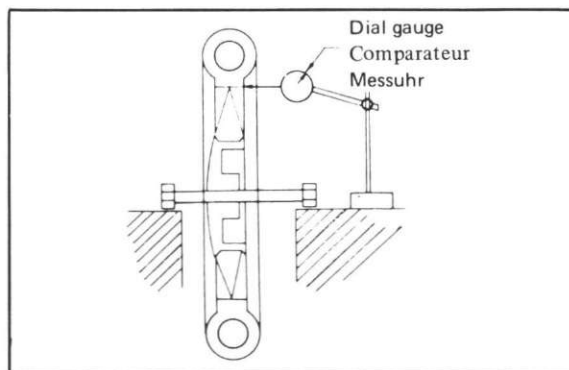

Fig. 5-1-11
- 1) Checking the Runout of the Rim: Anchor the front wheel as shown in Fig. 5-1-11, and measure the runout of the rim with a dial gauge. Runout limits: 2 mm (0.07 in.)
The bent end of the spoke is inserted into the hub, the threaded end is locked to the nipple. (See Fig. 5-1-11) To remove the spoke, completely unscrew the nipple and remove the bent end from the hub.
Le bout recourbé du rayon est introduit dans le moyeu, tandis que l'extrémité filetée est vissée dans l'embout de rayon (voir Fig. 5-1-11). Pour retirer le rayon, dévissez complètement l'embout et décrochez l'extrémité courbée du moyeu.